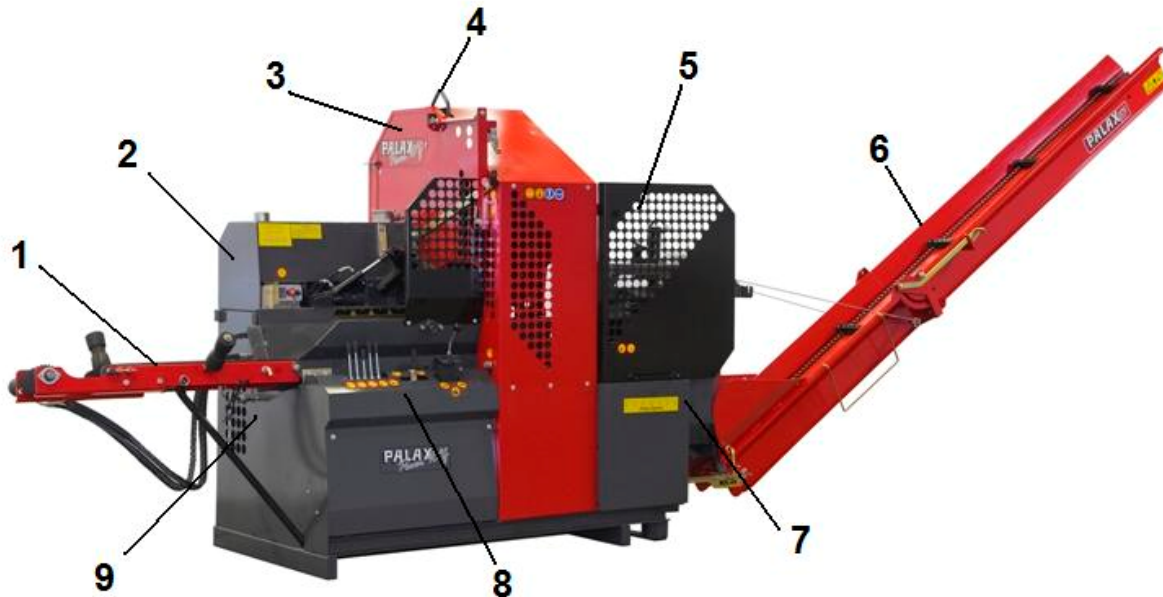

Fig. 1
2.4 Pièces principales de la machine, Fig. 1